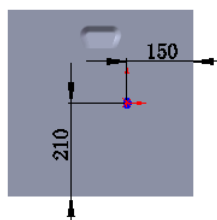

图 17.12.41 草图 (二)
(4) 编辑草图 (二)，如图 17.12.41 所示。退出草图环境，完成成形特征 2 的创建。